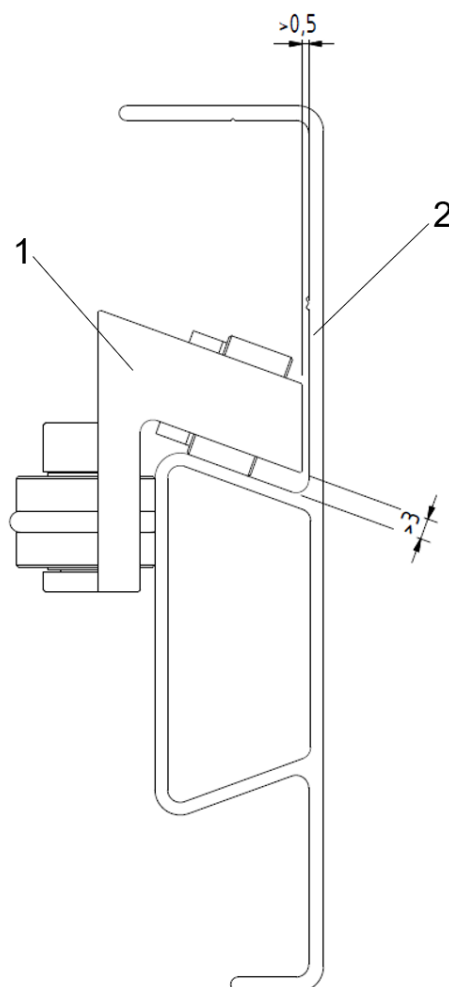

Fig. 34 Rullgejdsko och styrskena
Rullhjulen får inte vara för slitna för att rullgejdskorna ska löpa korrekt i styrskenorna. Mellanrummet mellan rullgejdskorna och styrskenorna ska vara enligt Fig. 34. Om mellanrummet är smalare måste rullgejdskorna bytas.
3. Kontrollera mellanrummet mellan styrskenan (2) och rullkroppen (1) på rullgejdskorna med ett bladmått, se Fig. 34. Om något av mellanrummen mellan rullkroppen och styrskenan är för små, se Fig. 34, är rullhjulen för slitna och behöver bytas.